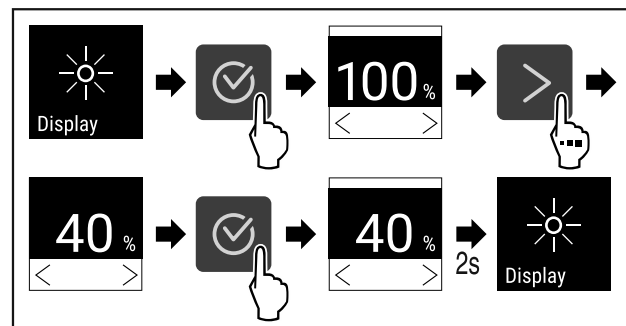

Fig. 77
- ▶ Eseguire i passaggi (vedere Fig. 77).